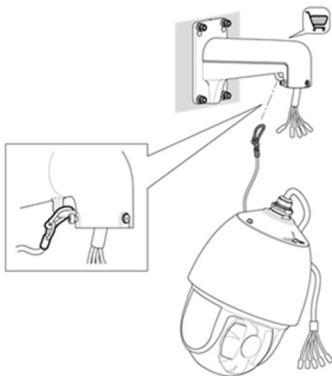

Abbildung 2-5 Sicherheitsseil
3. Befestigen Sie das Sicherheitsseil der Kamera am Wandhalter wie in Abbildung 2-5 dargestellt.